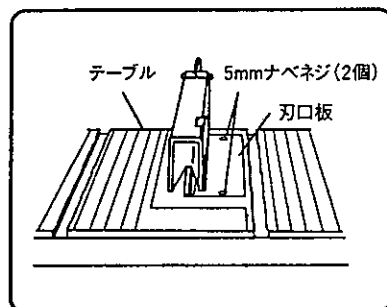

図 29
- (2) テーブルに刃口板を取付けている5mmナベネジ（2個）を手持ちの⊕ドライバでゆるめ、刃口板を取りはずします。(図29参照)